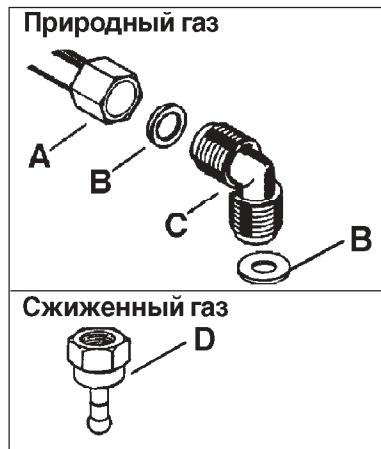

Рис. 3
Проложите уплотнение между компонентами, как показано на рис. 3.
**Сжиженный газ:** воспользуйтесь держателем резиновой трубы «D» (Fig. 3).
- температура ни одной из его частей не должна превышать комнатную более чем на 30°C; если гибкий шланг, для того, чтобы достичь панели, следует удлинить, сделать это надо, как показано на рис. 3;